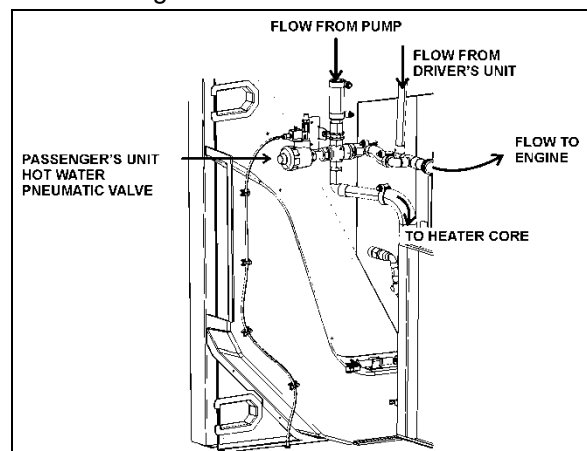

FIGURA 72: ENSAMBLE DE VÁLVULA NEUMÁTICA DE AGUA CALIENTE DE UNIDAD DE PASAJEROS 22240
El flujo de agua caliente al núcleo del calentador central del vehículo se controla mediante un ensamble de válvula de agua neumática de 3 vías normalmente abierta (NO) (Figura 72). La válvula, ubicada en el compartimento del evaporador, está diseñada para que la válvula solenoide piloto, que es parte del ensamble, abra y cierre un puerto que dirige la presión de aire hacia la carcasa del actuador, abriendo o cerrando la válvula.